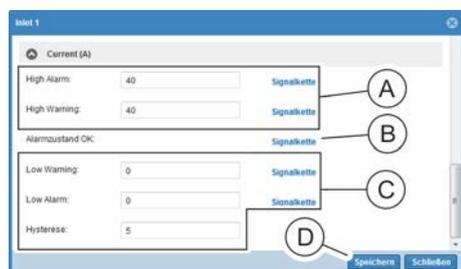

Abb. 171: Fenster "Inlet <Nr.>"
4. ➤ Im Bereich „Current (A)“ einen Wert für „High Alarm“ und „High Warning“ eingeben (Abb. 171/Ⓐ) und eine Signalkette zuweisen. Dazu auf die Schaltfläche „Signalketten“ klicken.
6. ➤ Im Bereich „Current (A)“ dem Parameter „Alarmzustand OK“ (Abb. 171/Ⓒ) bei Bedarf eine Signalkette zuweisen (analog zu Schritt 4 und 5).
7. ➤ Im Bereich „Current (A)“ einen Wert für „Low Warning“, „Low Alarm“ und „Hysterese“ eingeben (Abb. 171/Ⓓ) und eine Signalkette zuweisen (analog zu Schritt 4 und 5).
- 9. ➔ Auswahl über die Schaltfläche „Speichern“ (Abb. 171/Ⓞ) bestätigen.